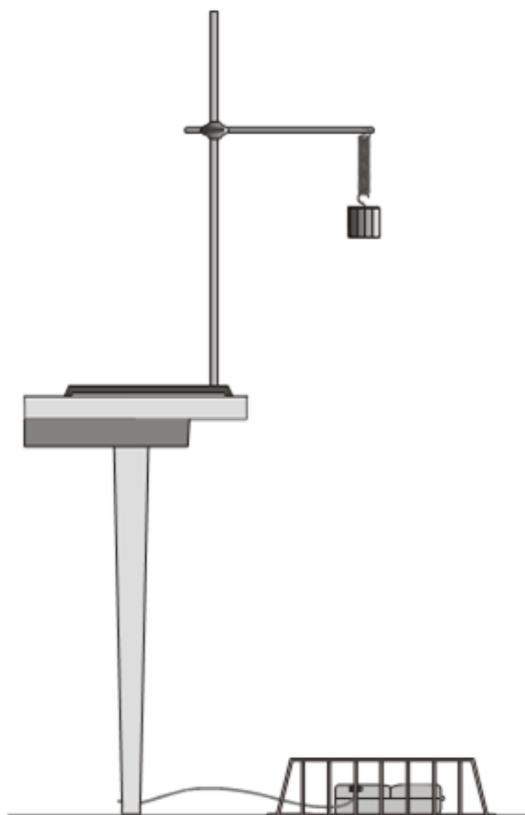

Figura 5: Sistema massa-mola em MHS.
1. Monte o sistema massa-mola com uma massa de 200 g tal como mostrado na Figura 5. Conecte o detector de movimento à PORT 2 da Interface Universal Lab. Posicione o detector de movimento diretamente abaixo da massa suspensa, tomando cuidado para que nenhum objeto estranho produza eco para o detector. Proteja o detector de movimento com a cesta de proteção. A massa deve estar posicionada a uma 60 cm acima do detector quando em repouso. Usando amplitudes de 10 cm ou menos, a massa manterá uma distância mínima de 40 cm a partir do detector de movimento.